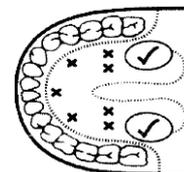

Figura 2
- a. **Uso Oral:** Coloque o termômetro sob a língua na posição indicada com um ✓ na Figura 2. Feche a boca e respire somente pelo nariz, para evitar que a medição seja alterada pelo ar inspirado/expirado. A temperatura é considerada normal entre $35,7^{\circ}\text{C}$ e $37,3^{\circ}\text{C}$.